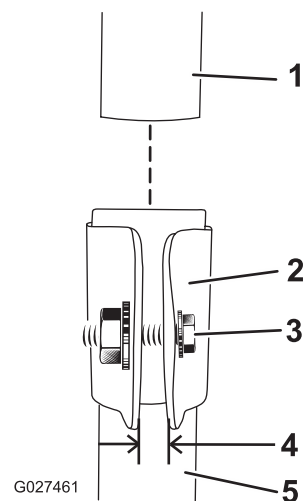

Figure 1
1. Glissez le montant supérieur dans le montant inférieur, en alignant la rainure du montant supérieur sur la rainure du montant inférieur, et serrez la vis pour empêcher le montant supérieur de bouger pendant l'utilisation (Figure 1).